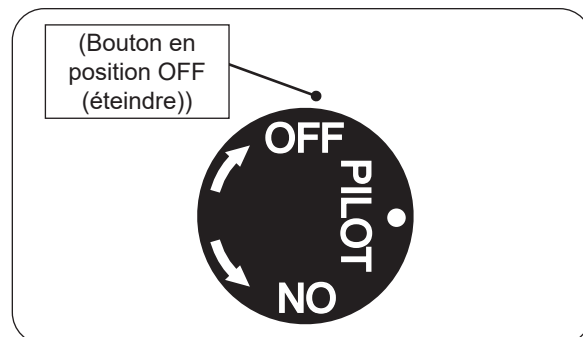

Fig. 49-2 Arrêt du pilote
2. Localisez la vanne sur le côté de l'unité. Pousser le gaz bouton de commande légèrement et tourner dans le sens des aiguilles d'une montre  sur **OFF** (éteindre) (voir Fig. 49-2).
Appuyez légèrement sur le bouton de contrôle et tournez-le dans le sens des aiguilles d'une montre  pour **OFF** (éteindre). Ne force pas. Voir Fig. 49-2.